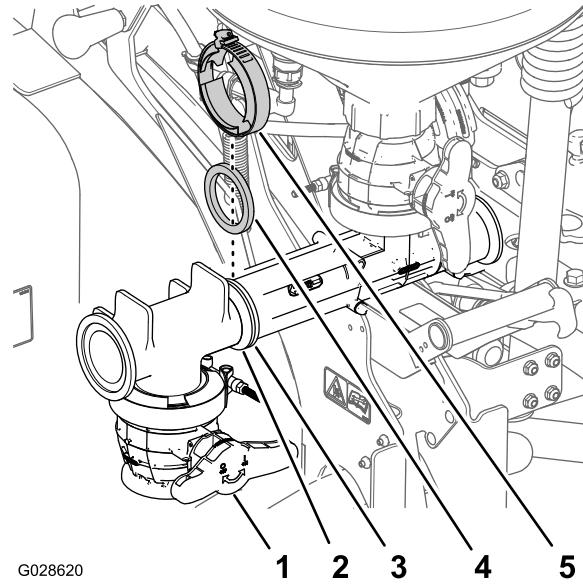

Bild 14
1. Fluchten Sie den Flansch des oberen T-Anschlussstücks mit dem vorderen Flansch des Ejektors aus (Bild 14).
2. Befestigen Sie das T-Anschlussstück mit einer Dichtung und Flanschklemme am Ejektor (Bild 14).